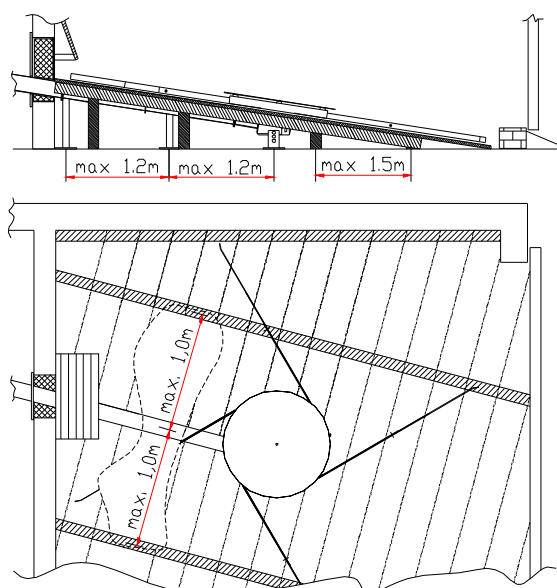

Abb.11
16. Avec des copeaux un plancher n'est pas obligatoire. Par contre avec du grain énergétique ou des pellets, il est préférable d'installer un plancher. Le plancher en bois ou en béton est à fabriquer par le maître d'œuvre. Pour un plancher en bois, on utilisera des planches rabotées ou des plaques stratifiées de 3 cm d'épaisseur. La structure sous le plancher est réalisée en poutres de section 10 x 10 cm. Voir Abb.11. Les pieds doivent être posés sur du béton ou de la tôle. La distance entre les ressorts et le plancher doit être de 15 à 20 mm. Pour un plancher en béton il faut laisser un espace libre de 2-3 cm entre le plancher et le canal de la vis.